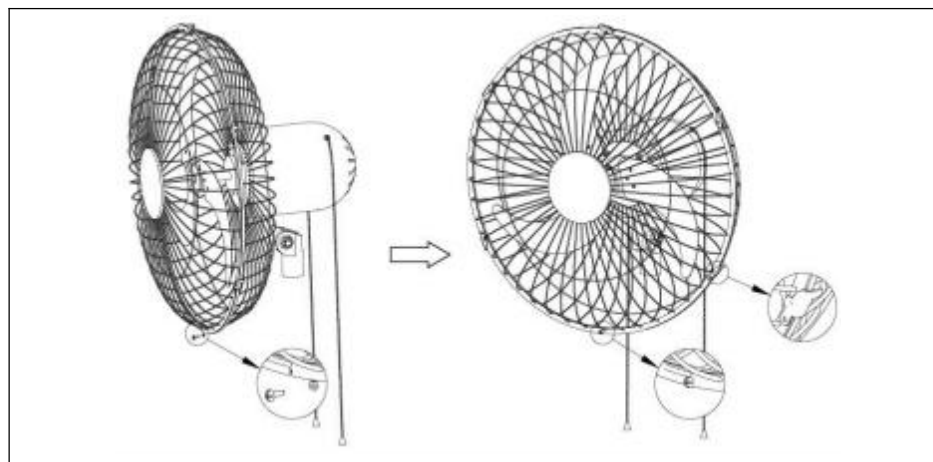

Bild 7.
3) . Rikta in skruvhålen längst ner på de främre och bakre gallren och fäst sedan knapparna på toppen av det främre gallerskyddet till det bakre gallerskyddet, fäst alla gallerskyddsknappar och lås slutligen säkerhetsskruvarna (18). Se (Bild 7.)